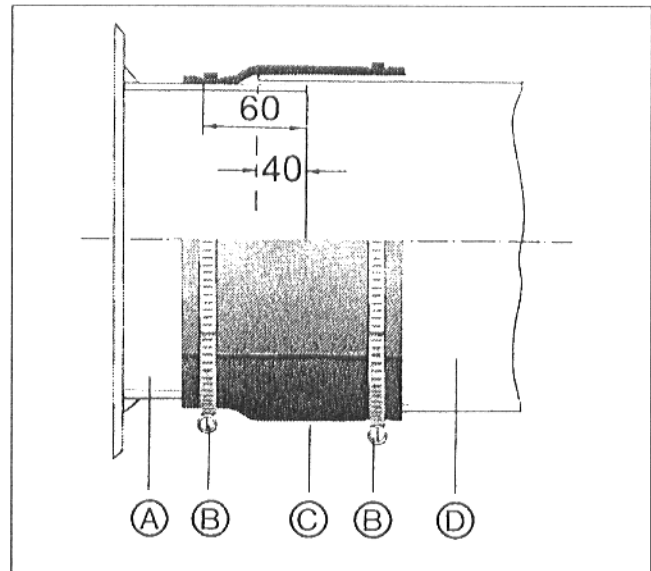

Fig. 31
- Placer les colliers de fixation (B) sur le tube de fumées (D).
- Engager le tube de fumées (D) d'environ 40 mm sur la buse des fumées de la chaudière (A).
- Mettre la manchette d'étanchéité (C) en place.
- Faire glisser les colliers de fixation (B) sur la manchette d'étanchéité et les serrer (Fig. 31).